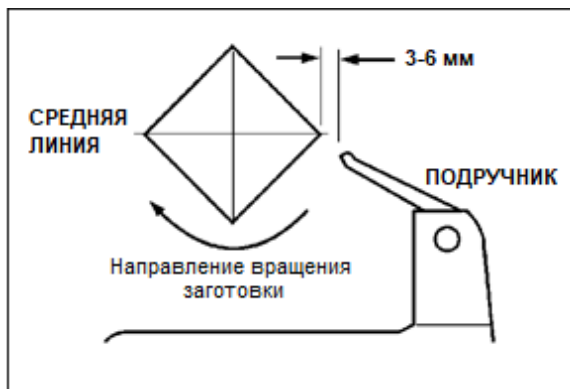

Рис. 10-5
10. Установите подручник в рабочее положение. Расположите его параллельно заготовке чуть ниже линии центров и на расстоянии примерно 3-6 мм от углов заготовки, чтобы она могла поворачиваться, как показано на Рис. 10-5. Зафиксируйте основание подручника на станине.